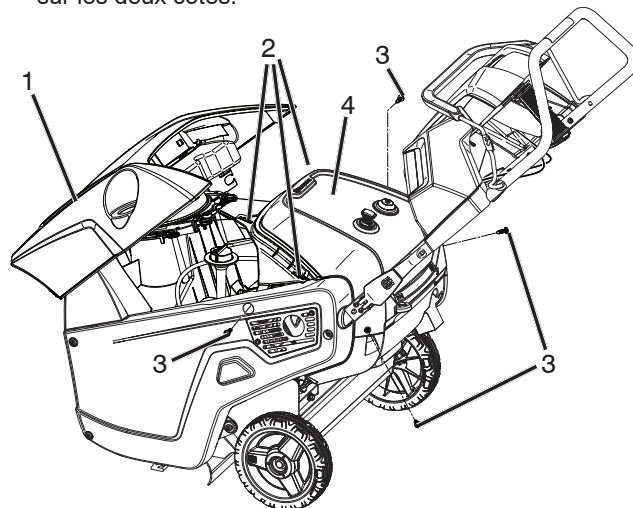

Figure 29
8. Détacher le couvercle supérieur en tirant fermement vers le haut au niveau de la section arrière du couvercle, pour désengager les trois agrafes (Figure 29).
21. Fixer à nouveau le tube d'ampoule d'amorceur à l'ampoule d'amorceur et aux câbles électriques sur le commutateur d'allumage arrière du couvercle supérieur arrière (Figure 29).
25. Poser le couvercle supérieur en place et fixer les trois agrafes du couvercle supérieur dans le couvercle supérieur arrière (Figure 29).